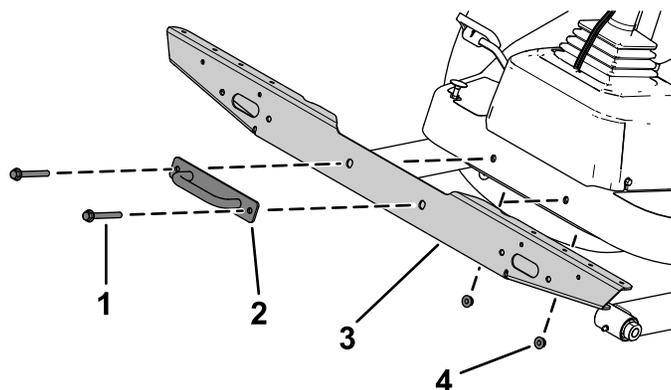

**Figure 11**
- 1. Déposez le support d'attache de la plate-forme (Figure 11).